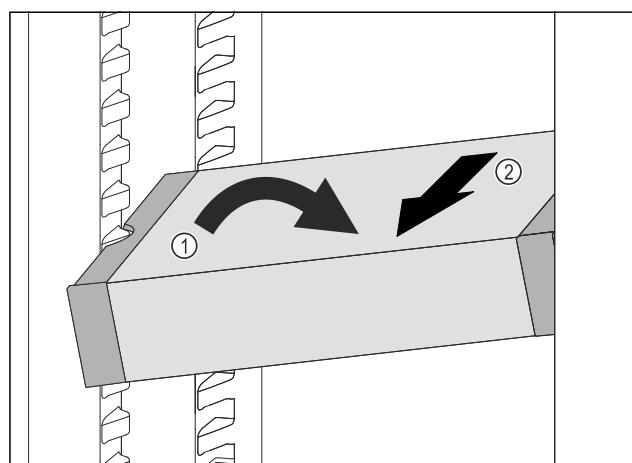

Fig. 98
- Расположите VarioSafe в холодильном отделении под наклоном. Fig. 98 (1)
- Извлеките VarioSafe движением вперед. Fig. 98 (2)